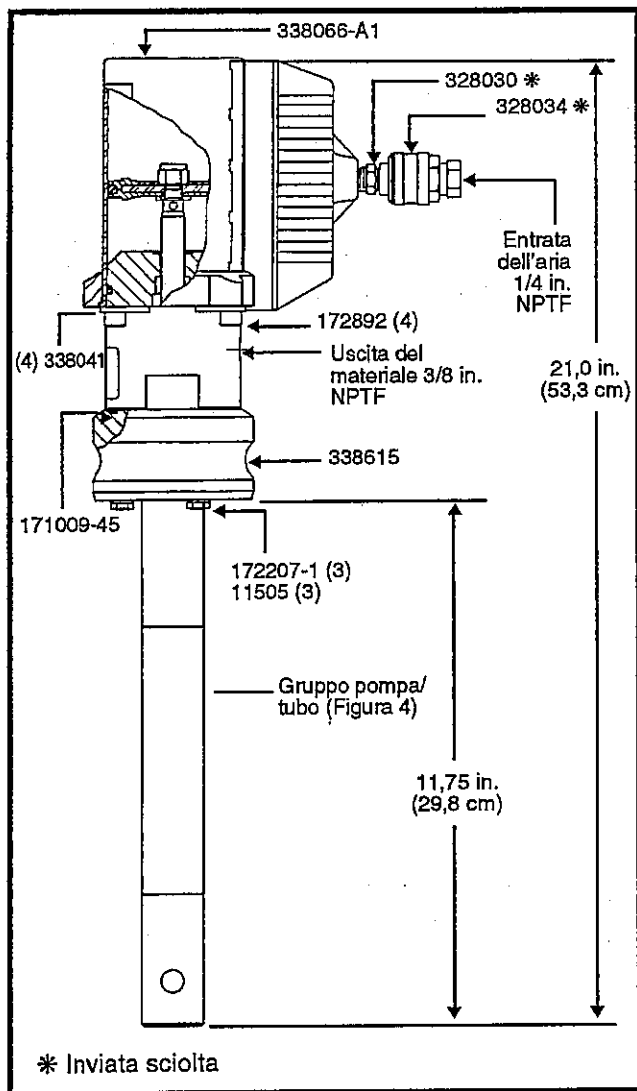

Figura 2: Pompa ad alta pressione Modello 9630
2. Rimuovere le quattro viti 171892 ed i quattro dispositivi di fissaggio 338041 che collegano il gruppo motore 338066-A1 al corpo della pompa (Figura 2 o 3).